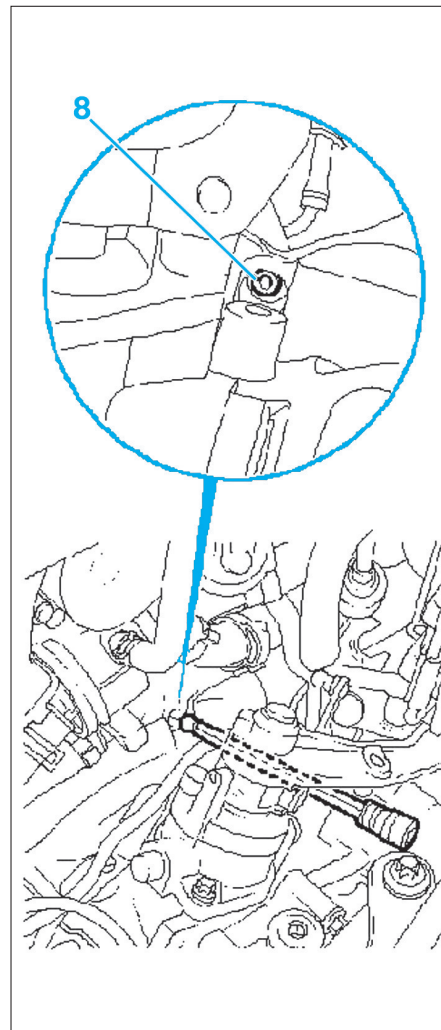

Fig. 11
- À l'aide d'une rallonge, déposer la vis supérieure (8) (Fig.11).